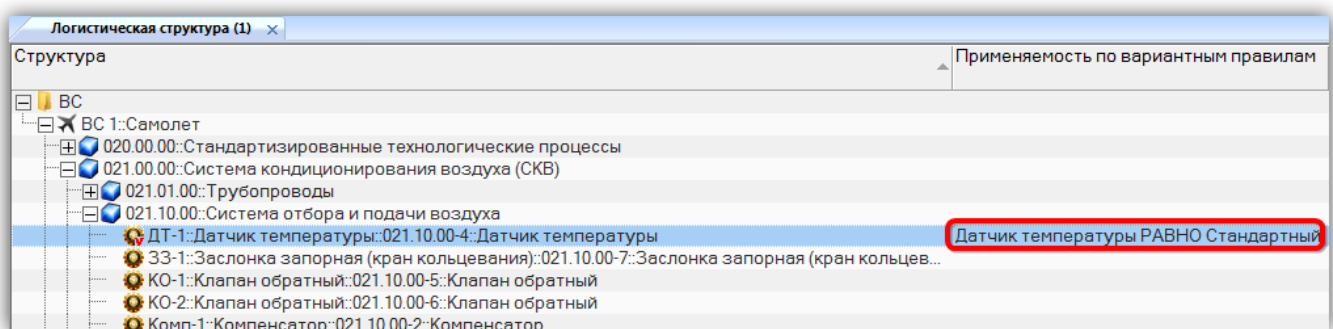
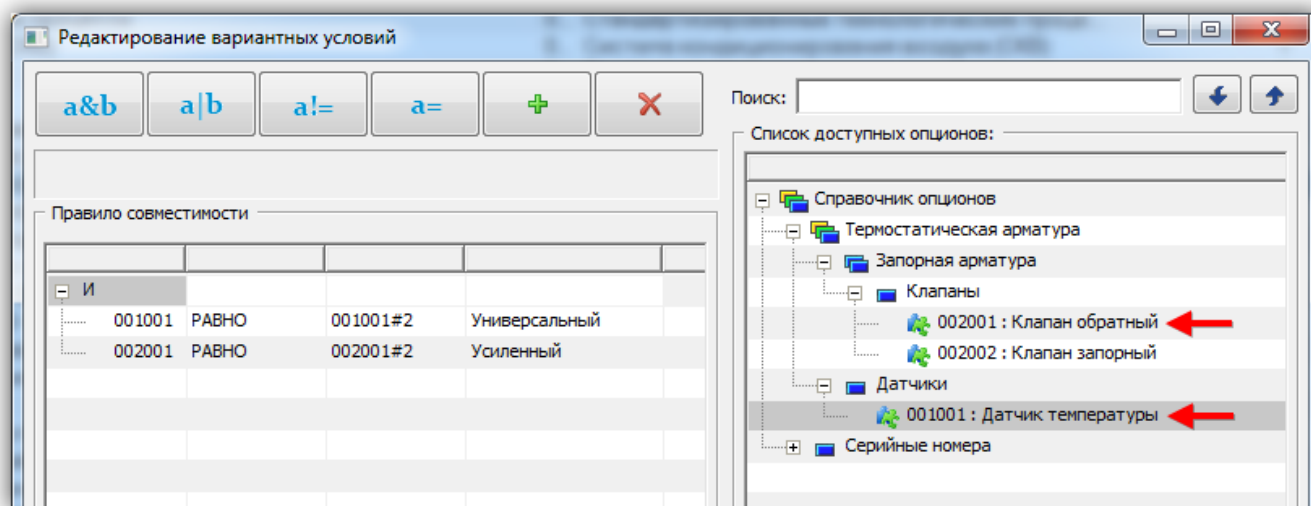

Рис. 10-223 – Вариантное правило в окне «Логистическая структура»
Рис. 10-224 – Пример составного вариантного правила
5) В окне «Список доступных опционов» редактора вариантных правил раскрыть дерево справочника опционов (рис. 10-223).
6) В подразделе «Датчики» выбрать опцион «Датчик температуры» и нажать кнопку «Добавить опцион из дерева» на панели инструментов левого окна (1 и 2 на рис. 10-223). В таблице «Правило совместимости» появятся выбранные данные.
7) Выбрать значение опциона «Стандартный» (3 и 4 на рис. 10-223). Нажать «ОК» для закрытия редактора вариантных правил. В рабочем окне «Логистическая структура» в колонке «Применяемость по вариантным правилам» для элемента структуры изделия «ДТ-1::Датчик температуры» появится созданное вариантное условие (рис. 10-224).